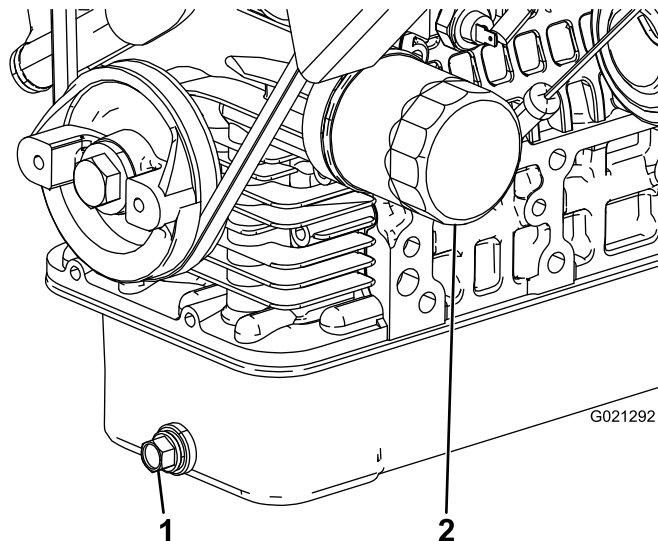

図 42
2. ドレンプラグを外してオイルを容器に受ける（図 42）。オイルが抜けたらドレンプラグを取り付ける。
3. オイルフィルタを外す（図 42）。